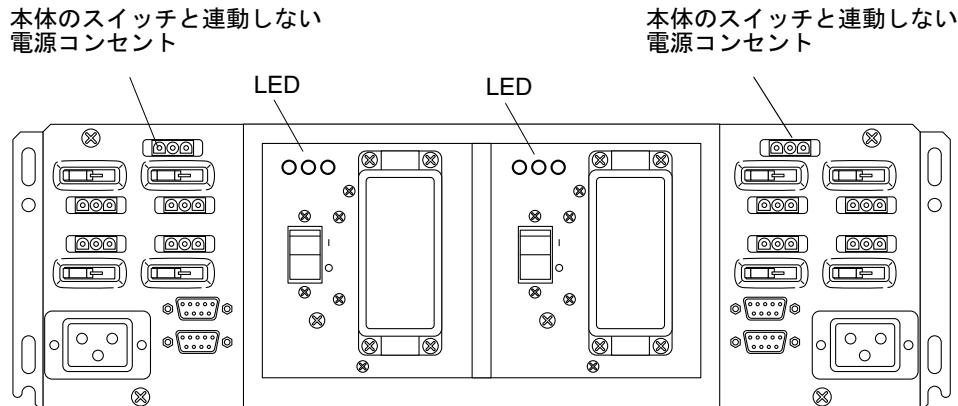

図 7-1 RTS の LED および本体のスイッチと連動しない電源コンセント
**注** – 各 RTU には、2 つの「本体のスイッチと連動しない」電源コンセント (図 7-1) があります。対応する RTS が取り付けられ機能している場合、これらの本体のスイッチと連動しないコンセントだけが電力を供給します。キャビネットに取り付けられている RTS が 1 つだけの場合、対応する本体のスイッチと連動しないコンセントだけが電力を提供できるので、ほかのファントレーは「本体のスイッチと連動する」電源コンセントに接続してください。
**注** – 各 RTU には、2 つの「本体のスイッチと連動しない」電源コンセント(図 7-1)があります。対応する RTS が取り付けられ機能している場合、これらの本体のスイッチと連動しないコンセントだけが電力を供給します。キャビネットに取り付けられている RTS が 1 つだけの場合、対応する本体のスイッチと連動しないコンセントだけが電力を提供できるので、ほかのファントレーは「本体のスイッチと連動する」電源コンセントに接続してください。
LED は、個々の装置の状態を示します。各 RTS には 3 つの LED があります(図 7-1)。